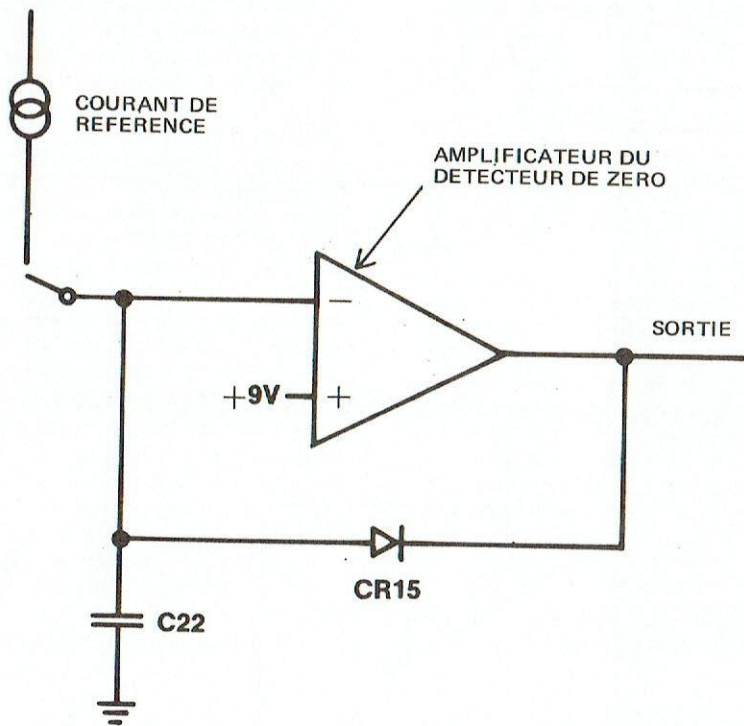

Figure 4-8 SCHEMA DE PRINCIPE DU DETECTEUR DE ZERO
4.34. Le détecteur de zéro est un amplificateur différentiel réalisé à partir des transistors Q22, Q23, et Q25 comme le montre la figure 4-8. Quand le système de mesure est au repos, le courant de réf-